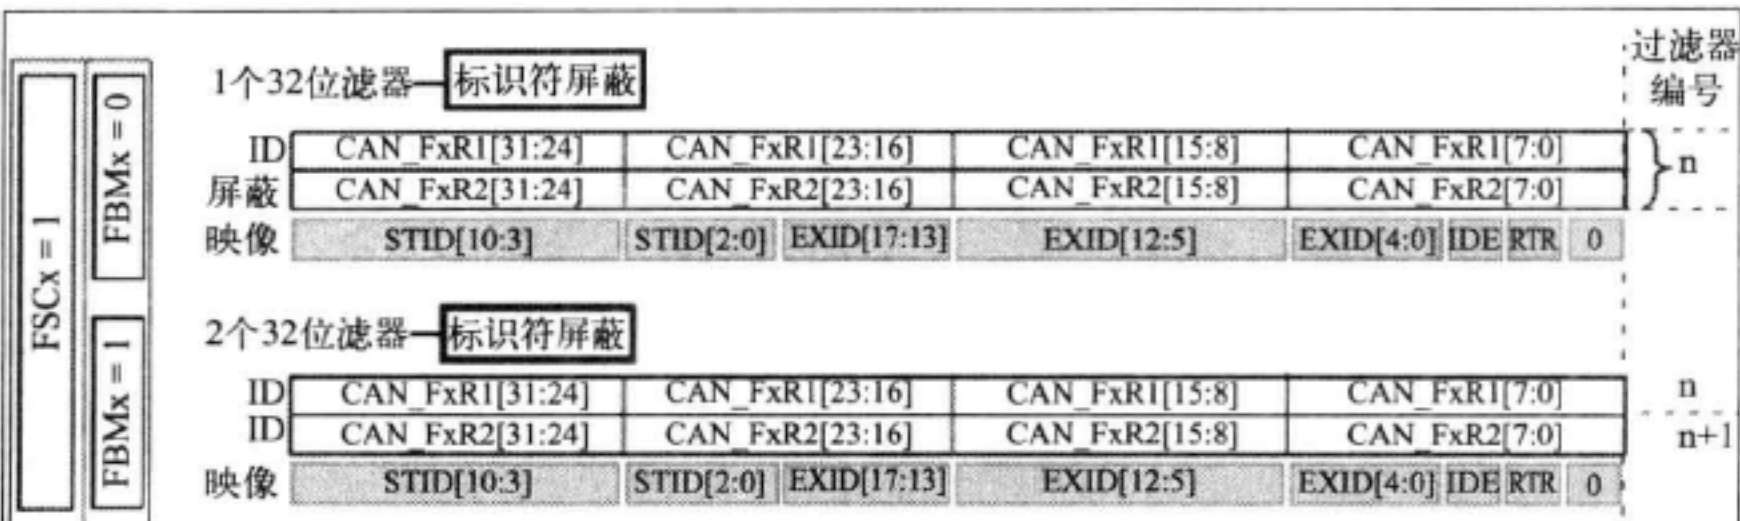

图 16-15 过滤器组
STM32 的 ID 过滤方式有两种。一种为标识符列表模式，它把要接收报文的 ID 列成一个表，要求报文 ID 与列表中的某一个标识符完全相同才可以接收，可以理解为白名单管理。另一种称为标识符屏蔽模式，它把可接收报文 ID 的某几位作为列表，这几位被称为屏蔽位，可以把它理解成关键字搜索，只要屏蔽位（关键字）相同就符合要求。即这种模式只要求报文 ID 的屏蔽位与列表中标识符相应屏蔽位相同，报文就被保存到接收 FIFO。见图 16-15。
在非互联型号的 STM32 中的 CAN 接口具有 14 个过滤器组，每组过滤器由两个标识符寄存器组成。图 16-15 中左端表示过滤器的配置，FSCx、FBMx 是属于过滤器的配置寄存器（CAN_FS1R、CAN_FM1R）中的寄存器位。FSCx 用来配置过滤器组 x 的寄存器长度为 16 位还是 32 位，本图只解释 32 位
3) CAN_FilterScale：本成员用于配置过滤器的长度，可以分别设置为 16 位 (CAN_FilterScale_16bit) 和 32 位 (CAN_FilterScale_32bit)。本实验设置与过滤器解说图 16-15 的一样，为 32 位模式。